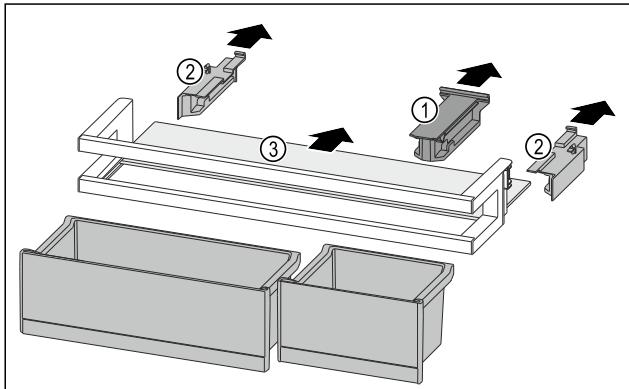

Fig. 116
- Halteteil Fig. 116 (1) abziehen.
- Seitenteile Fig. 116 (2) abziehen.
- Abstellfläche Fig. 116 (3) entnehmen.